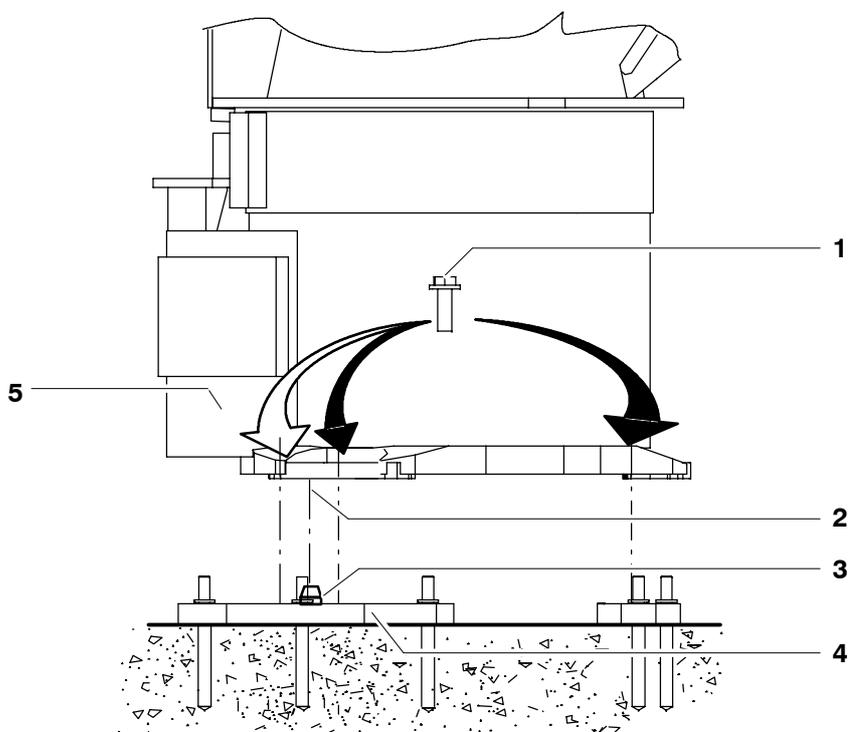

Fig. 58 Montage du manipulateur au sol
- (3) Poser le manipulateur verticalement (Fig. 58/5) sur les plaques de fondation (4) ou la construction en acier. Si le manipulateur est posé à l'aide d'un dispositif de levage, il est impératif qu'il soit exactement à la verticale pour empêcher un endommagement des boulons.